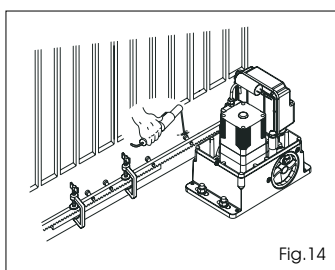

Fig. 14
- 5) Approcher un autre élément de la crémaillère de l'élément précédent en utilisant, pour mettre en phase la denture des deux éléments, un élément de la crémaillère d'après la Fig. 14.